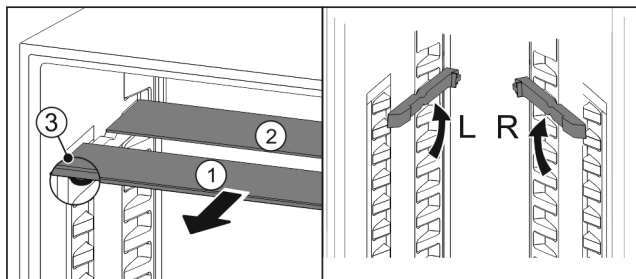

Fig. 94
- Extrageți Fig. 94 (1) pe rând plăcile de sticlă spre înainte.
- Placa de sticlă Fig. 94 (1) cu șipca decorativă se află în față.
- Opritoarele Fig. 94 (3) indică în jos.